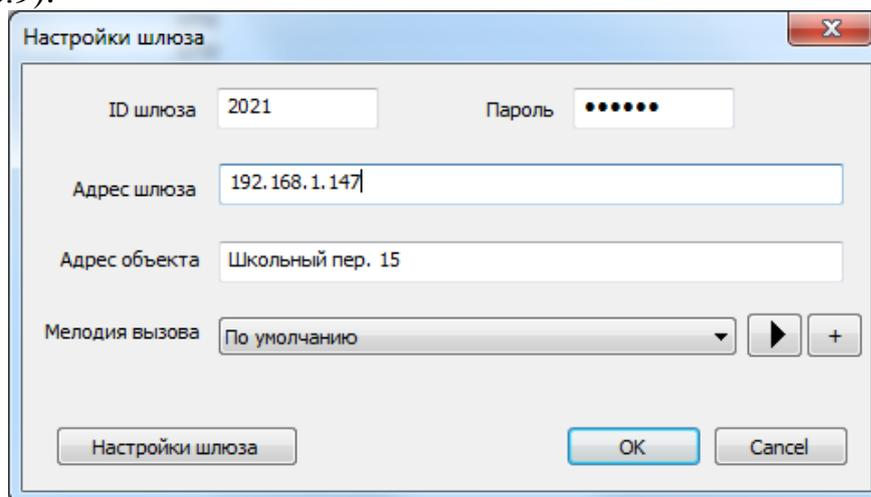
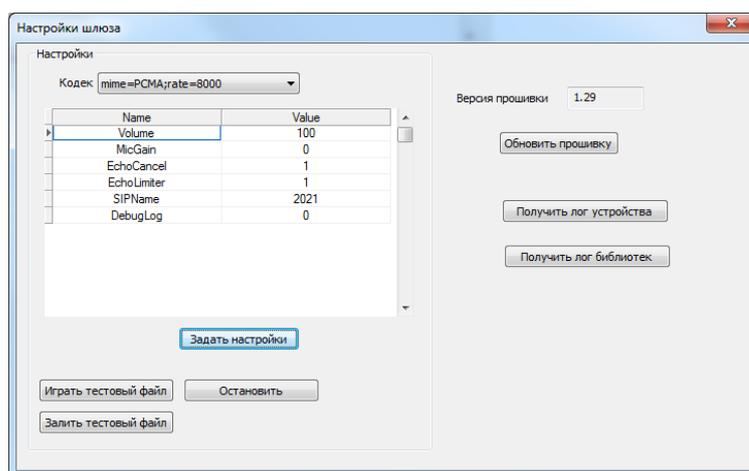

Рис.9 Окно настройки шлюза.
Рис.10 Окно настройки шлюза
5.1.6. Нажать кнопку «Добавить шлюз». Откроется окно настройки шлюза (рис.9).
5.1.7 Нажать «Настройки шлюза» окна рис.9. Появится окно, представленный на рис.10:
Убедиться, что область параметров соответствует показаниям, представленным на рис.10. Если нет – необходимо откорректировать данные до соответствия.
Закрыть окно (рис.10). В оставшемся окне (рис.9) нажать кнопку «ОК».